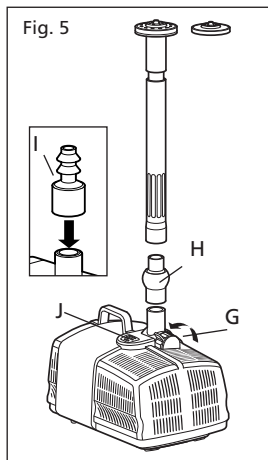

Fig. 5
Струю из насоса можно контролировать вращением колёсика регулятора струи (G), расположенного около водоотвода насоса. См. Рис. 5.
4. Шаровое шарнирное соединение (См. Рис. 5 (H)) надевается на выпускную трубку насоса, а сверху вставляется телескопический стержень. В дальнейшем он может использоваться с целью регулировки угла распыскивателя и придания ему вертикального положения.
1. Прикрепите шланг необходимой длины диаметром 12,5 мм непосредственно к его переходнику (См. Рис. 5 (I)).
2. Придерживая насос одной рукой, нажмите кнопку (J) на его верхней части и откройте решётку фильтра. См. Рис. 5.